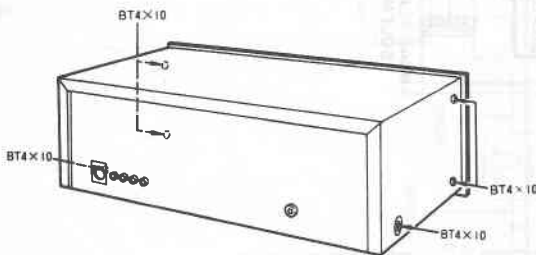

Fig. 2 Abb. 2
3. Top cover (Fig. 2)
3. Obere Abdeckung (Abb. 2)
3. Plaque supérieure (Fig. 2)